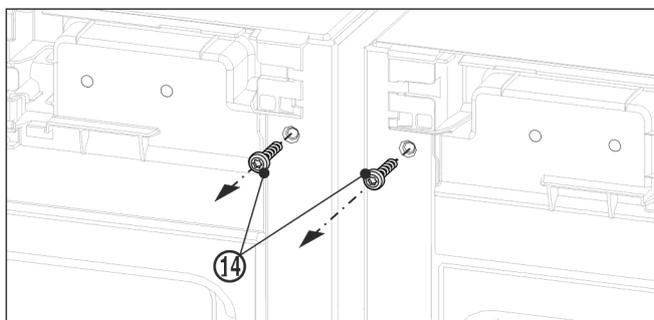

Fig. 9
- ▶ 安装上方角前, 先旋出两个地脚螺栓 Fig. 9 (14)。